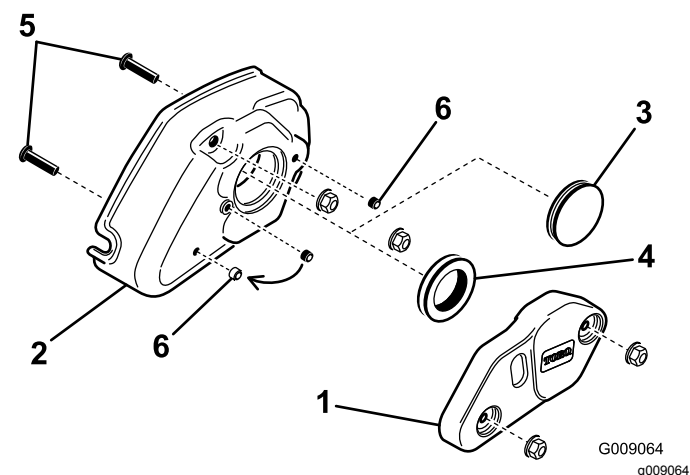

Figura 21
2. Retire as duas porcas flangeadas de 5/16 pol. que fixam o peso do rastelo à cobertura do mesmo e retire o peso (Figura 21).
3. Retire o olhal sólido da cobertura e substitua-o pelo anel do olhal de borracha incluído com o rastelo (Figura 21).
4. Retire os dois parafusos de 5/16 pol. x 1¼ pol. roscados na cobertura (Figura 21).
5. Retire o parafuso de afinação do orifício central, na cobertura do rastelo (Figura 21).